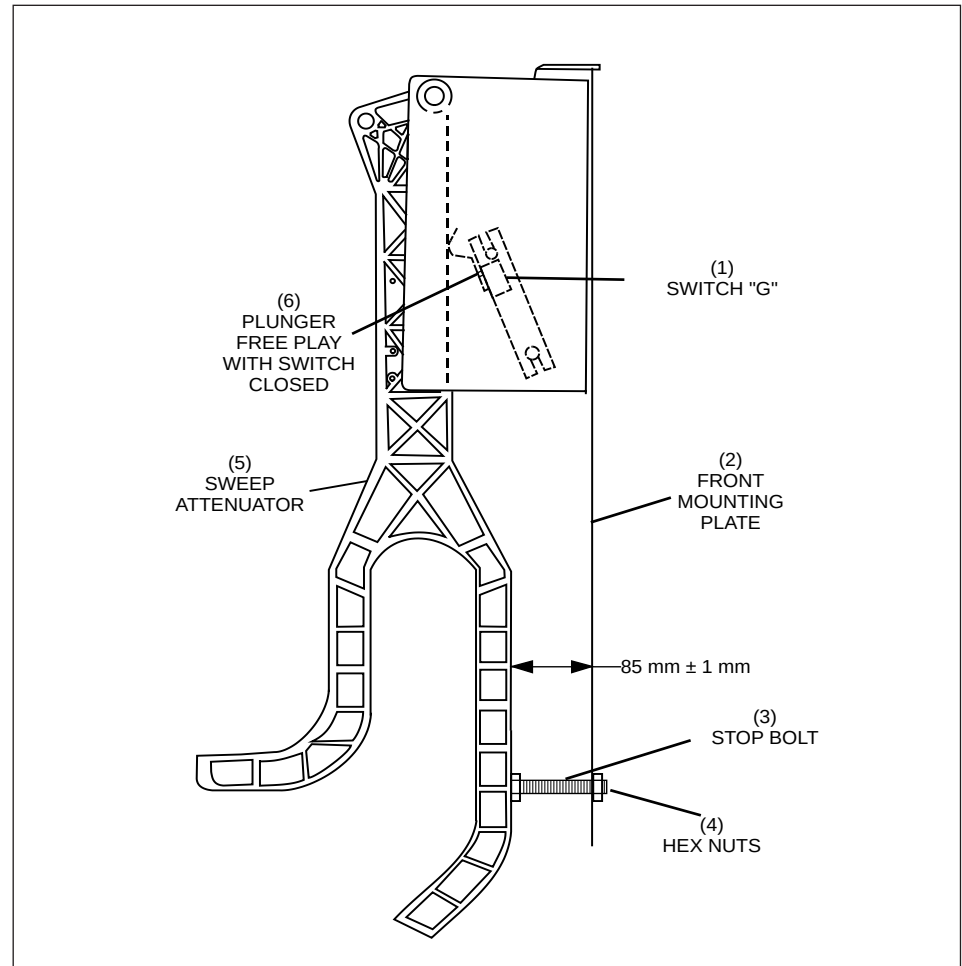

Abbildung 5-50. Einstellen der Dämpfer/Schalter G
- a. Der Dämpfer liegt an einem Anschlagbolzen an, wenn sich der Rechen ganz unten in der Schutzposition befindet. Stellen Sie die Länge dieser Schraube auf $85 \text{ mm} \pm 1 \text{ mm}$ zwischen Rahmen und der Vorderseite des Dämpfers ein. Der Dämpfer sollte parallel zur vorderen Befestigungsplatte ausgerichtet sein. Siehe *Abbildung 5-50*.
- (1) SCHALTER G
- (2) VORDERE BEFESTIGUNGS-
- b. Verstellen Sie Schalter G, solange der Dämpfer unten ist. Der Kolben des Schalters muss bei geschlossenem Schalter ein Spiel haben. Siehe *Abbildung 5-50*.